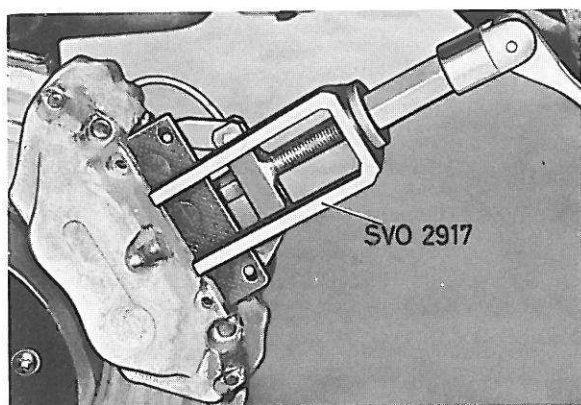

Figure 18. Démontage des plaquettes de freins
3. Enlever les pinces de serrage en forme d'épingle à cheveux pour les goupilles de verrouillage. Retirer une goupille de verrouillage en retenant en place les ressorts amortisseurs. Démontez les ressorts amortisseurs et la deuxième goupille de verrouillage. Sortir les plaquettes en se servant de l'extracteur SVO 2917, voir figure 18.
1. Enlever les pinces de serrage en forme d'épingle à cheveux pour les goupilles de verrouillage. Retirer une goupille de verrouillage en retenant en place les ressorts amortisseurs. Démontez les ressorts amortisseurs et la deuxième goupille de verrouillage. Retirer les plaquettes de freins, voir figure 18.